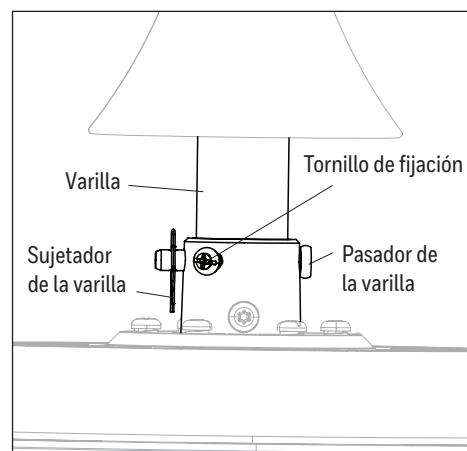

Figura 3.3
3. Deslice la varilla por la horquilla del ensamble del motor, alinee los orificios, luego vuelva a instalar el sujetador de la varilla y el pasador de la varilla. Asegure con los tornillos de fijación y deslice la cubierta de la horquilla hacia abajo hasta que quede sobre el ensamblaje del motor (Figura 3.3).